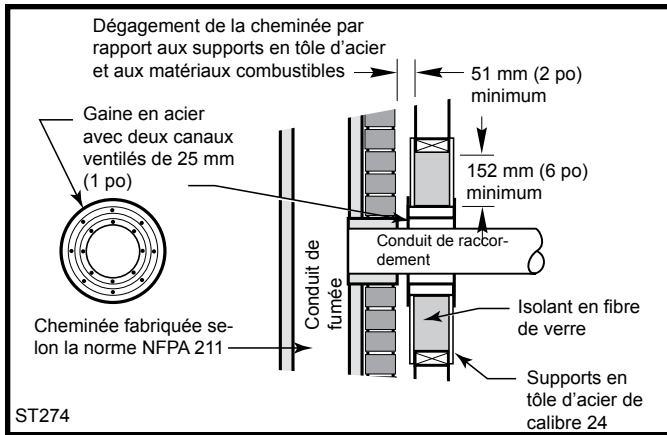

Fig. 11 Traversée murale utilisant un conduit de raccordement à simple paroi muni d'une gaine ventilée en acier.
- Insertion d'un conduit de raccordement dans une gaine ventilée à double paroi en acier séparée des combustibles par un matériau isolant de 150 mm (6 po) en fibre de verre. (Fig. 11)